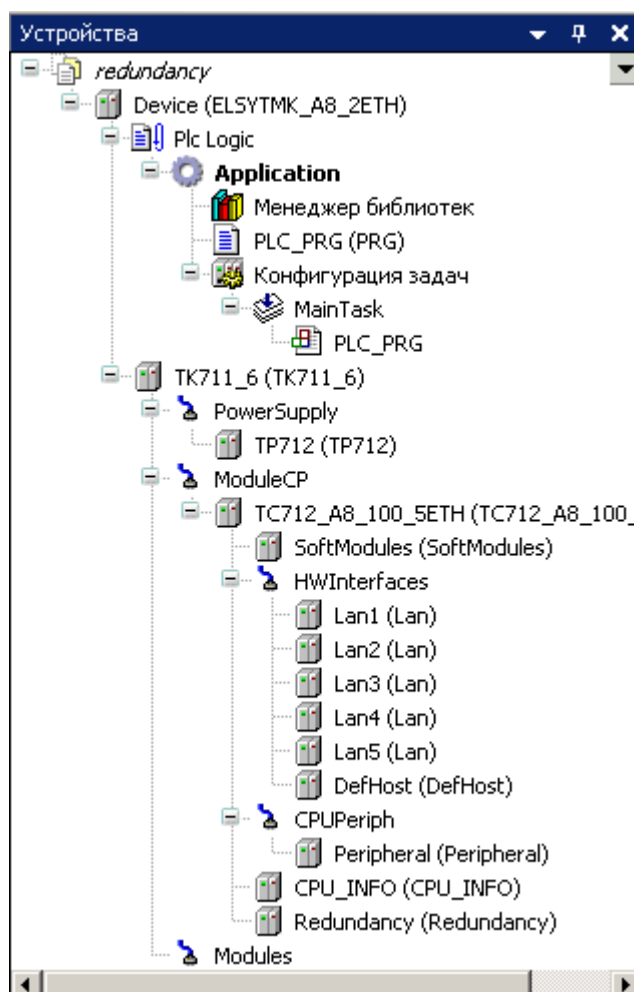

Рисунок 6 – Дерево устройств
12. В дереве устройств установить курсор мыши на элемент «TC712», щелчком правой кнопки мыши вызвать контекстное меню и выбрать команду «Добавить устройство...». Далее выбрать устройство «Redundancy» и нажать кнопку «Добавить устройство». Дерево устройств примет вид в соответствии с Рисунок 6.